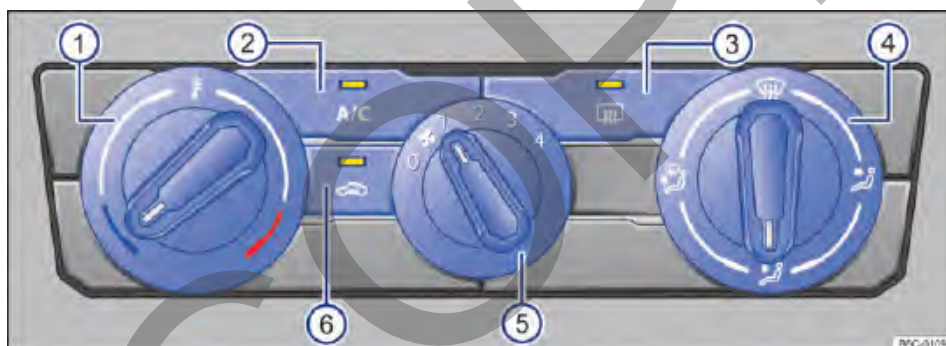

Fig. 87 Comandos del aire acondicionado.
- *Aire acondicionado*: girar el regulador del ventilador al nivel 0 → fig. 87 ⑤.
- *Aire acondicionado*: girar el regulador giratorio izquierdo → fig. 87 ①.
- *Aire acondicionado*: girar el regulador del ventilador → fig. 87 ⑤.
- *Aire acondicionado*: girar el regulador de la derecha → fig. 87 ④ a la posición deseada.
- *Aire acondicionado*: girar el regulador derecho a la posición **☁** → fig. 87 ④.